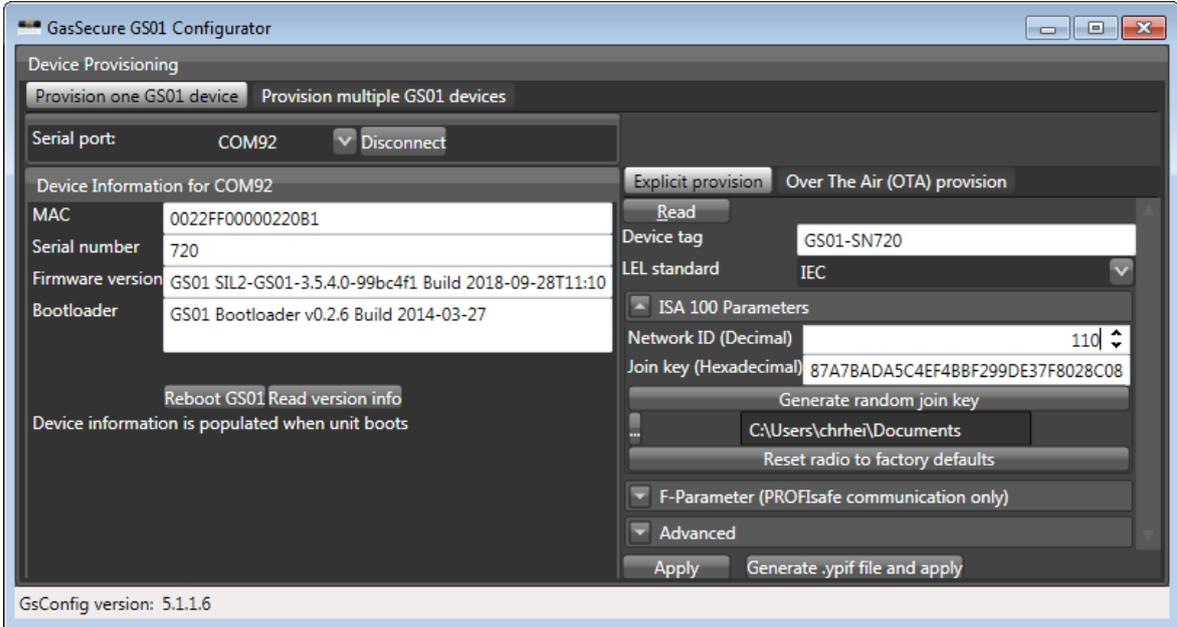

图 3-1: GS01 配置器
- b) 运行 GS01 配置器并选择正确的 COM 端口。保留默认模式 “Provision one GS01 device”（配置一台 GS01 设备）。按 “Connect”（连接）按钮并验证设备信息是否显示，请参阅图 3-1。如果设备信息未自动显示，请按 “Read version info”（读取版本信息）按钮。按 “Read”（读取）按钮，以便显示设备的当前配置状态。保持 “明确规定”。
- c) 输入设备标签⁵和所需的十进制格式网络 ID⁶，请见图 3-1。
- 运行 GS01 配置器并选择正确的 COM 端口。保留默认模式“Provision one GS01 device”（配置一台 GS01 设备）。按“Connect”（连接）按钮并验证设备信息是否显示，请参阅图 3-1。如果设备信息未自动显示，请按“Read version info”（读取版本信息）按钮。按“Read”（读取）按钮，以便显示设备的当前配置状态。选择“无线电 (OTA) 规定”。